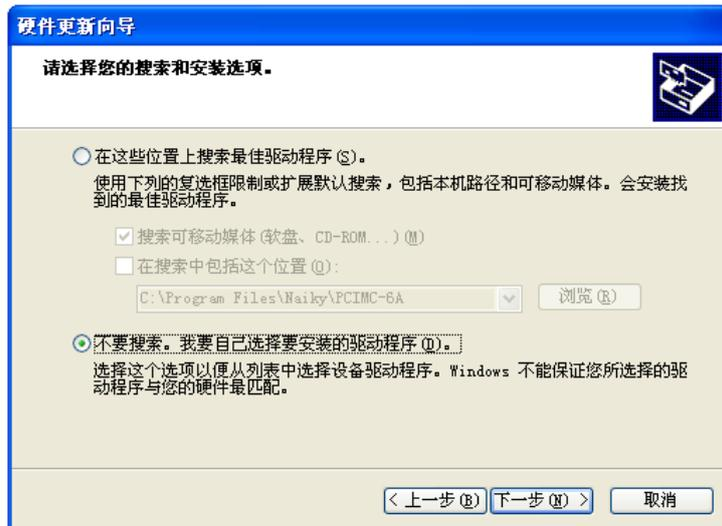

图 2-8 选择更新驱动方式
- 2) 选择“从列表或指定位置安装（高级）（S）”，点击“下一步”，出现如图 2-8 所示界面：